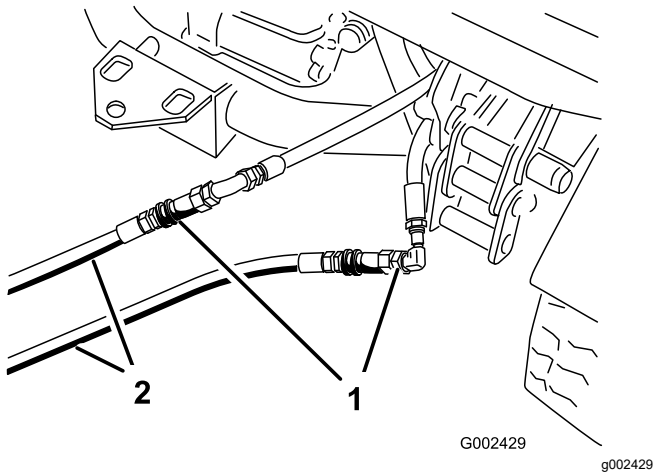

Bild 76
3. Schließen Sie an der defekten Maschine die beiden Überbrückungsschläuche an die Schläuche an, die abgeschlossen wurden (Bild 76).